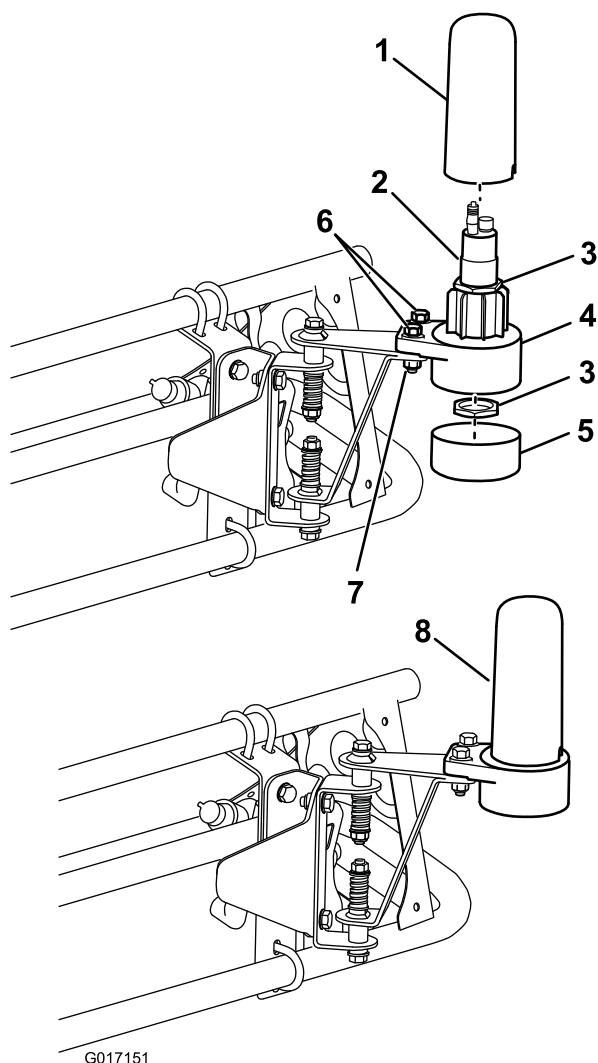

Bild 13
4. Befestigen Sie das untere Sensorgehäuse mit zwei Schrauben (5/16" x 1-1/4") und zwei Sicherungsmuttern (5/16") an den Sensorbefestigen (Bild 13).
- Setzen Sie den Sensor in das untere Sensorgehäuse ein und befestigen ihn mit den zwei großen Muttern, die dem Sensor beiliegen (Bild 13).
- Montieren Sie das Abdeckrohr und die Abdeckung (Bild 13).